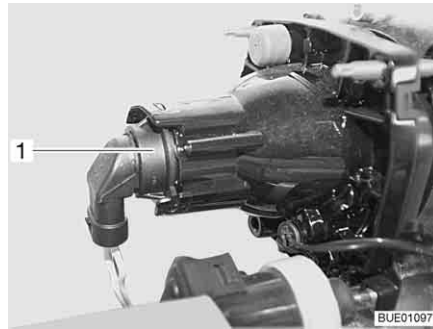

Bild 285 Abblendlicht/Fernlicht/Standlicht
- Hinter den Lampenhalter (Bild 285,1) greifen.